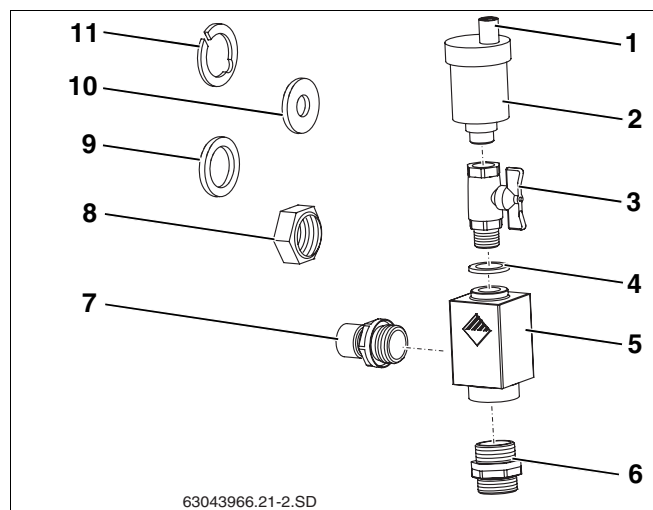

Fig. 36 Kit universale per disaeratori
Aperto la vite di chiusura viene disaerato l'impianto solare. Affinché non possa penetrare umidità nell'impianto solare attraverso la vite di chiusura aperta, durante il funzionamento il cappuccio di protezione (fig. 36, **pos. 1**) deve essere sempre posto sopra la vite di chiusura.
Volume di fornitura del kit universale per disaeratori (fig. 36):